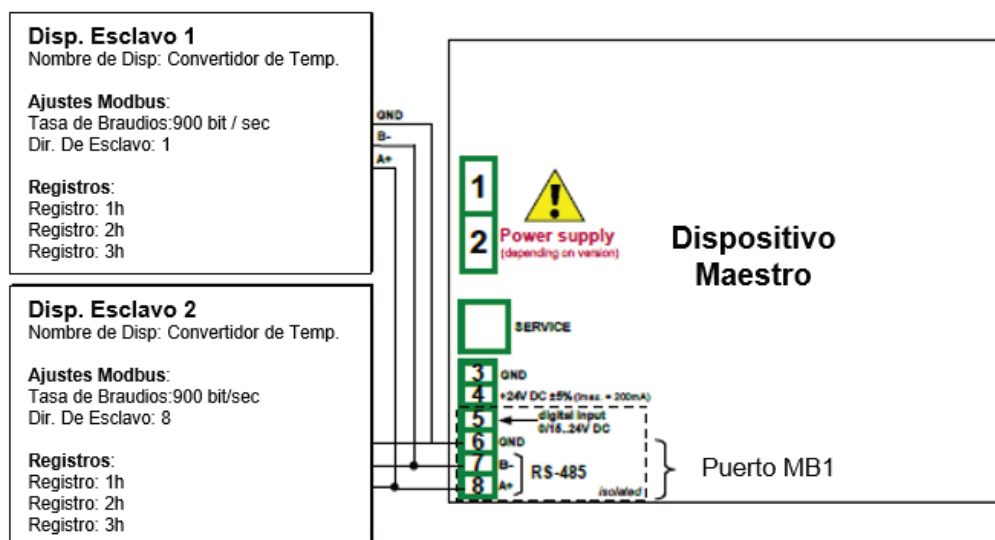

Fig. 7.154. Diagrama de conexión para el puerto Modbus MB1
Primero configure el dispositivo, luego conecte el dispositivo ESCLAVO al MultiCon (de acuerdo con la **Fig. 7.154**).
- utilizando las flechas en la esquina superior derecha, elija el número **de Puerto: 1 (MB1)** de acuerdo con la **Fig. 7.154**,